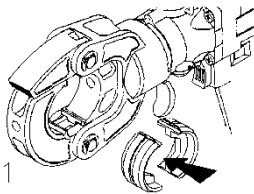

Bild 1
Zur Inbetriebnahme des P-60-CK müssen die benötigten Presseinsatzhälften eingesetzt werden. Die beiden Presseinsatzhälften (Bild 1) lagerichtig in den oberen (1) und unteren (2) Presseinsatzhalter einschieben, bis sie eingerastet sind. Das Werkzeug ist jetzt betriebsbereit.